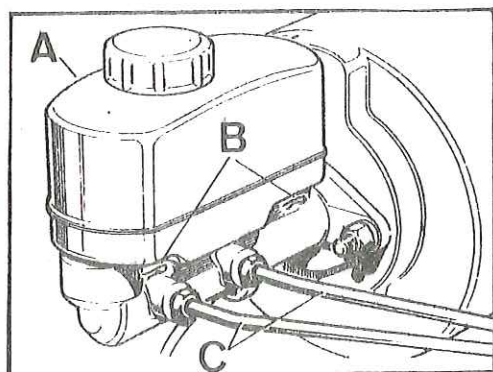

Fig. H-16 Depósito líquido freno doble circuito con servo
- 3.2. Tomar las precauciones debidas para recoger el líquido, extraer los clips y pasadores de fijación del depósito a la bomba de freno (Fig. H-16)
- 3.2. Desconectar las tuberías de salida de la bomba principal de freno, tomando -- las precauciones debidas para recoger el líquido (Fig. H-16). Separar el tubo de vacío del servofreno.